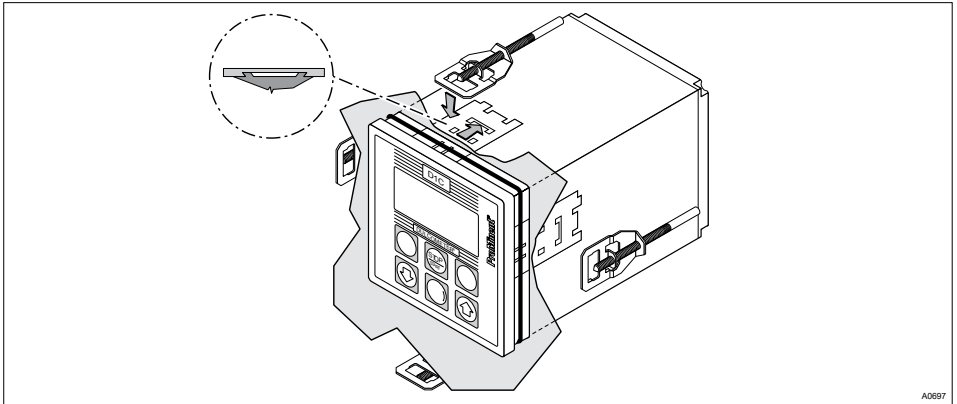

Рис. 17: Вкручивание резьбовых пальцев вперёд
8. ➔ Надлежащей отвёрткой вкручивайте винт, см. Рис. 17, вперёд, пока уплотнение не будет прижато полностью и равномерно.